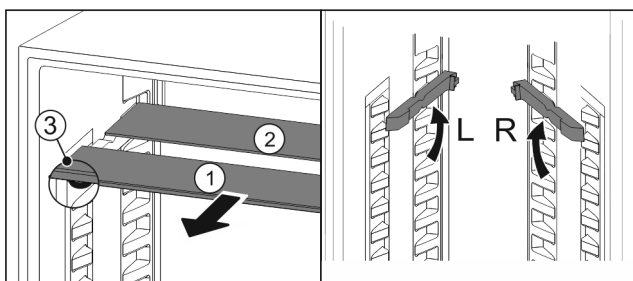

Fig. 124
- estrarre i ripiani di vetro singolarmente tirando in avanti Fig. 124 (1).
- Il piano in vetro Fig. 124 (1) con il motivo ornamentale è nella parte anteriore.
- I fermi Fig. 124 (3) sono rivolti verso il basso.